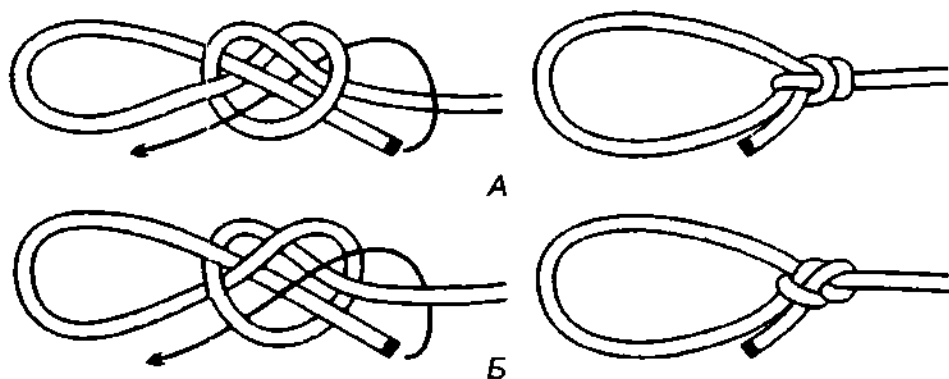

Рис. 198 Левый и правый *скотские узлы* со шлагом.
**Скотский узел** можно обезопасить, связав его со шлагом, а ходовой конец продеть в узел (рис. 198). Этот простой и крепкий узел хорошо держит на жёсткой верёвке, выдерживает переменные нагрузки и, как бы туго не затянулся, очень легко развязывается.